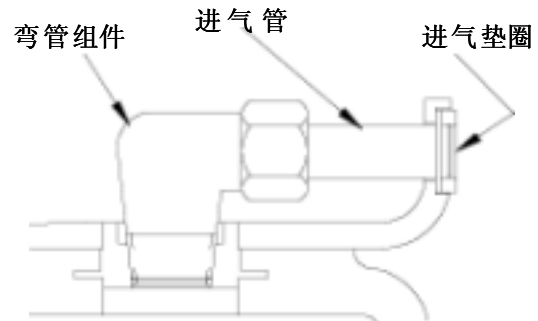

图 9
- 2.5.4 安装时，在进气垫圈上涂上少量密封胶，以将其固定就位。将进气垫圈装到进气管上，见图 9。